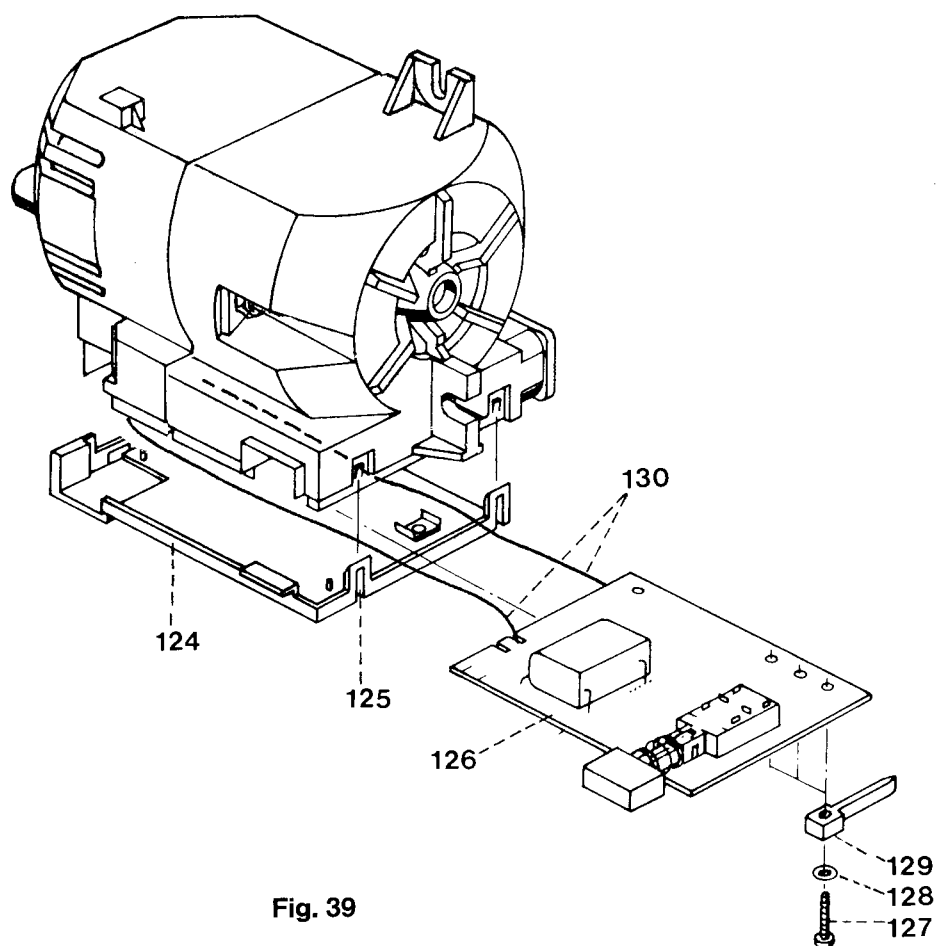

Fig. 39
- Die zwei Einrastlaschen 125 nur wenig anheben und den Deckel 124 abnehmen (Abb. 39).
- Slightly lift the two retaining clips 125 and remove cover 124 (Fig. 39).
- Lever légèrement les pattes d'accrochage 125 et enlever le cache 124 (fig. 39).